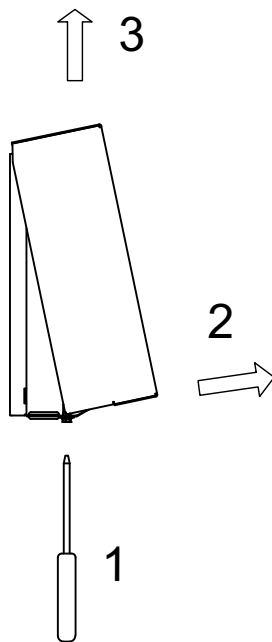

Fig. 3.2: Apertura del coperchio
- Aprire il coperchio del regolatore (Fig. 3.2 a pag. 3).